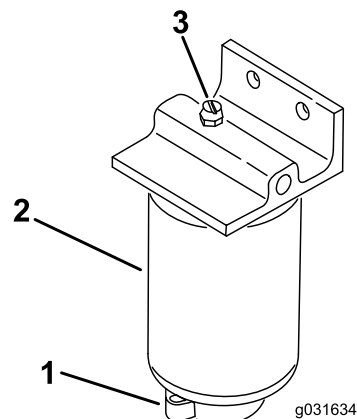

图 50
2. 松开滤清器底部的排油阀图 50。
1. 清洁滤清器的安装区域 图 50。